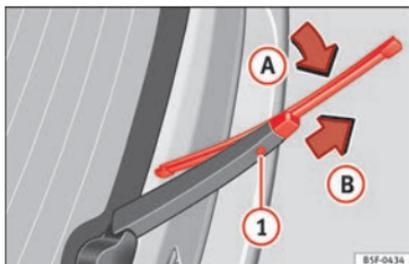

Fig. 78 Remplacement du balai de l'essuie-glace arrière.
- Repliez le balai par le haut vers le bras de l'essuie-glace » fig. 78 (flèche A).
- Maintenez enfoncée la touche de déverrouillage » fig. 78 ① en tirant le balai dans le sens de la flèche B. Vous devrez probablement utiliser la force.
- Insérez sur le bras de l'essuie-glace un balai neuf **de même longueur et de même type** dans le sens contraire de la flèche » fig. 78 B et encastrez-le. Pour cela, le balai doit être en position replié (flèche A).